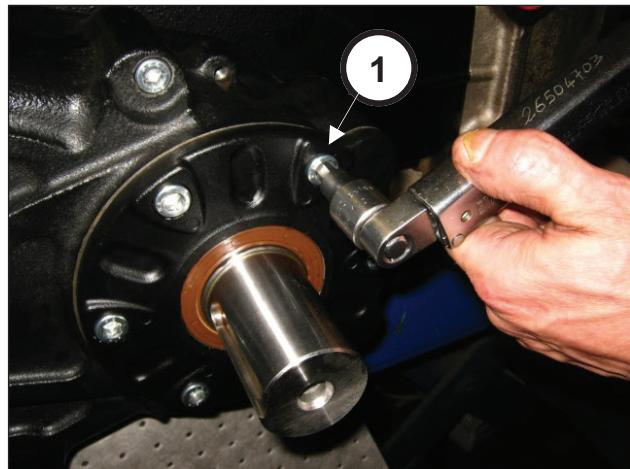

Рис. 82
Затяните 6 винтов M10x25 (поз. ①, Рис. 82). Откалибруйте винты динамометрическим ключом, как указано в главе 3 МОМЕНТЫ ЗАТЯЖКИ ВИНТОВ.